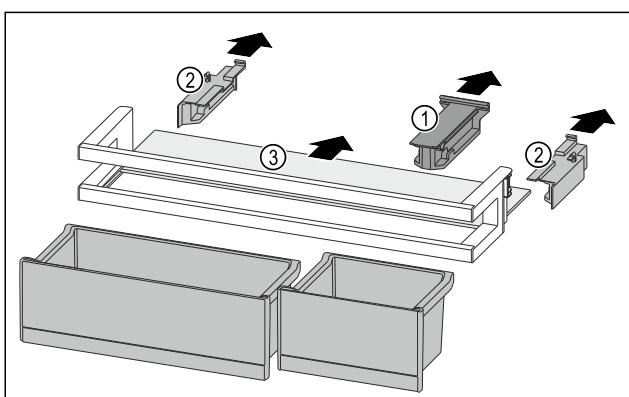

Fig. 91
► Retire la pieza de retención Fig. 91 (1).
► Retire las partes laterales Fig. 91 (2).
► Retire el estante Fig. 91 (3).